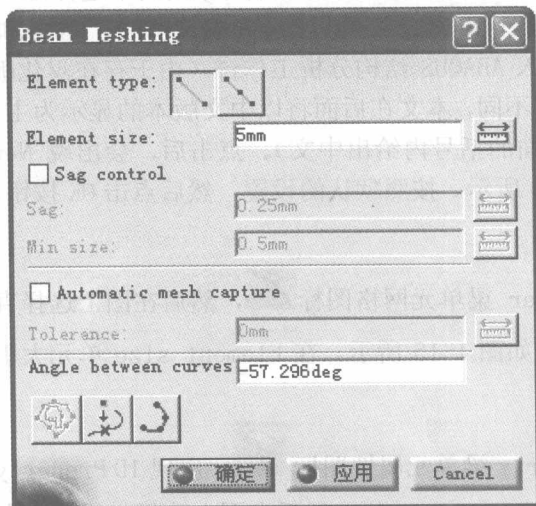

图 1-15 Beam Meshing 梁单元网格对话框
(5) 指定梁单元网格。点击 Beam Mesher 梁单元网格图标 ，然后在图上选择直线，出现 Beam Meshing 梁单元网格对话框，如图 1-15 所示。在 Element size 单元大小栏内输入梁单元的大小 5mm。点击 OK 按钮。